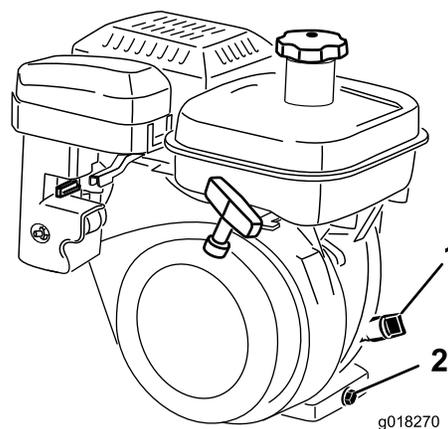

Figura 34
2. Posicione a máquina de forma a que o motor fique nivelado e limpe em redor do indicador do nível de óleo (Figura 34).
3. Retire o medidor de nível do óleo, rodando-o no sentido contrário ao dos ponteiros do relógio (Figura 34).
2. Coloque um recipiente de drenagem na traseira da máquina, debaixo do tampão de escoamento (Figura 34). Solte o tampão de escoamento.